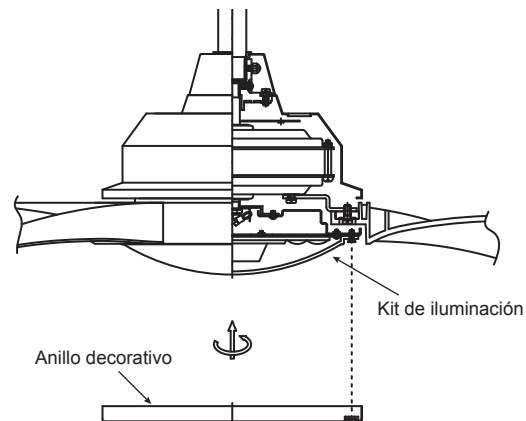

Fig. 18
Paso 4. Posicione las muescas en el anillo decorativo para que queden alineadas con las pestañas del kit de iluminación LED. Levante con cuidado el anillo decorativo hacia arriba dentro del kit de iluminación y asegúrelo al ventilador haciendo girar el anillo decorativo en sentido horario hasta que quede ajustado. NO AJUSTE EN EXCESO. (Fig. 18)